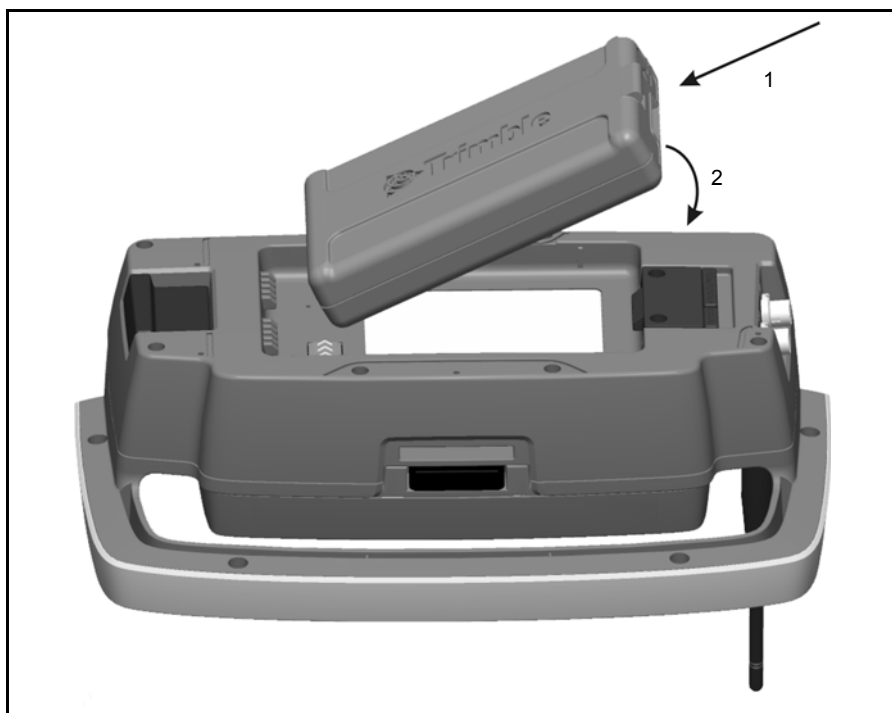

Рис. 7.66. Установка батареи в держатель Trimble Robotic
1. Установите батарею на крючки в держателе (1).
2. Задвигайте батарею на держатель, пока она не встанет на место (2). См. рис. 7.66